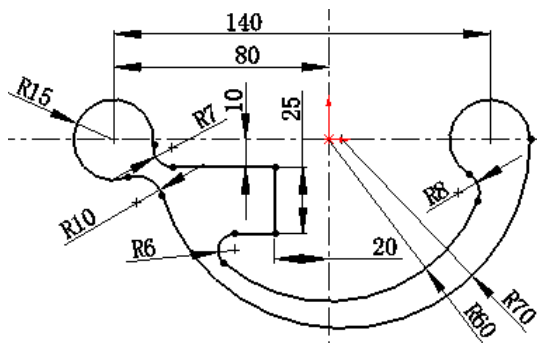

图 2.14.9 尺寸修改完成
Step2. 按照 Step1 中的操作方法, 依次修改其他尺寸约束, 修改完成后如图 2.14.9 所示。